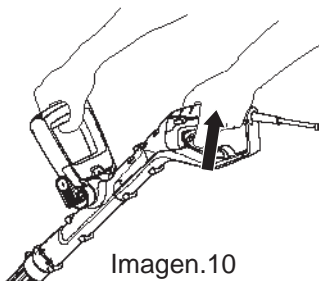

Imagen.10
- > Pulse el bloqueo del interruptor (5) y seguidamente pulse el interruptor de encendido/apagado (3) para encender el producto (Imagen 10). Suelte el bloqueo del interruptor.
- > Suelte el interruptor de encendido/apagado (3) para apagar el producto. No hay modo de funcionamiento continuo.